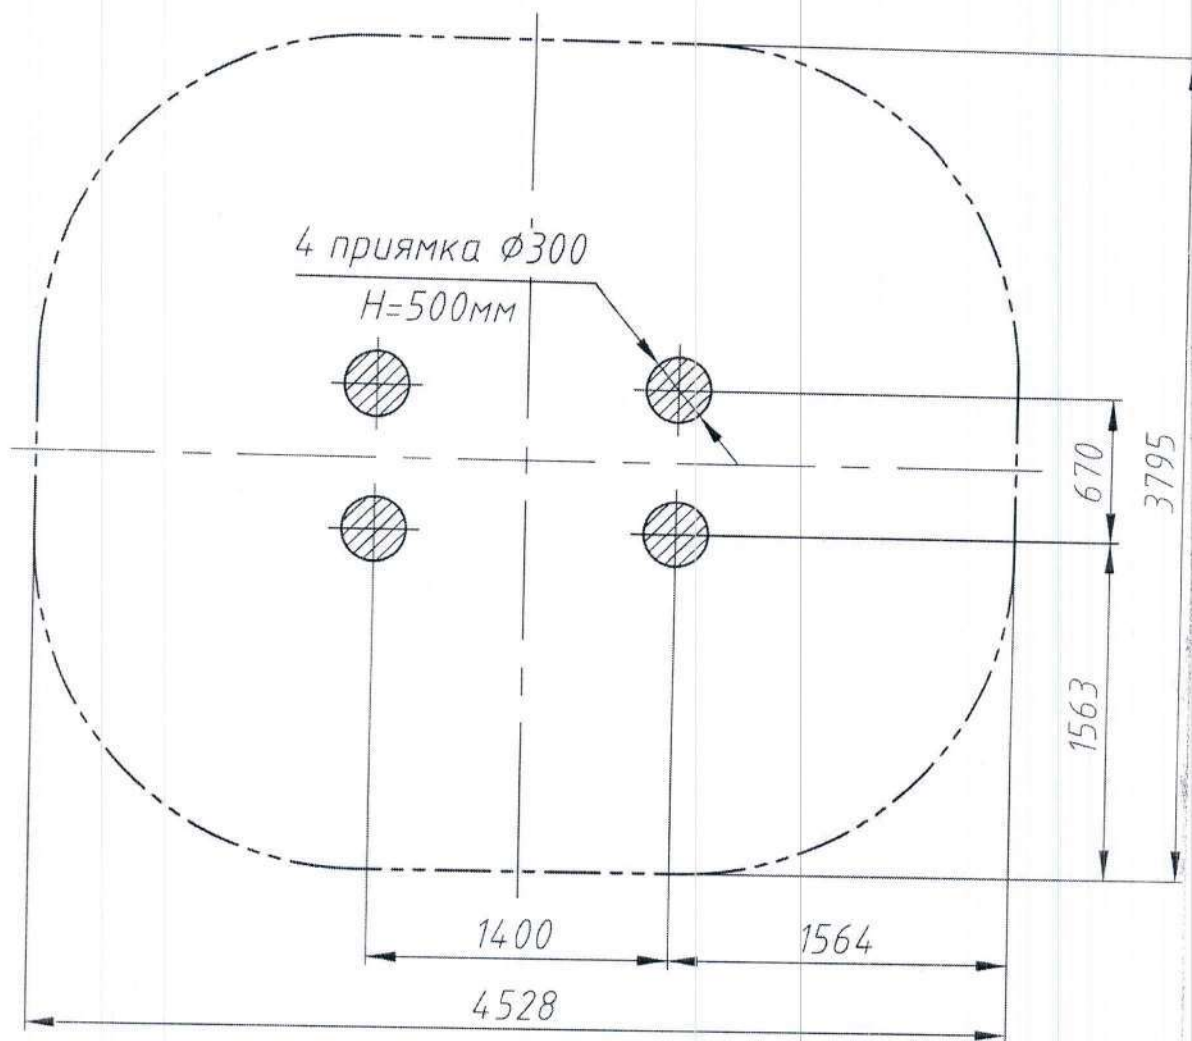

Рис.3 План фундамента Мостика подвесного РТР 072А
3.6. Монтаж мостика заключается в сборке его составных частей и бетонировании стоек **1** в грунт. Фундаментные прямки выполнить в соответствии с планом фундамента (рис. 3).